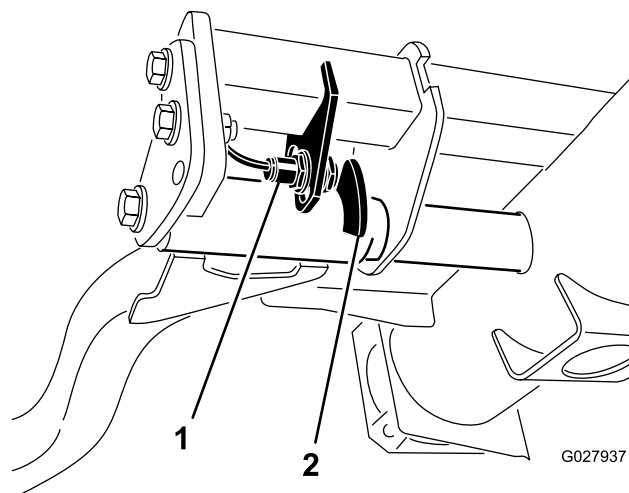

Figura 54
2. O interruptor do braço de elevação encontra-se por baixo do depósito hidráulico por trás do braço de elevação direito dianteiro (Figura 54).
3. Solte os parafusos de montagem do interruptor e desloque o interruptor para baixo para aumentar a altura de viragem do braço de elevação ou desloque o interruptor para cima para diminuir a altura de viragem do braço de elevação (Figura 54).